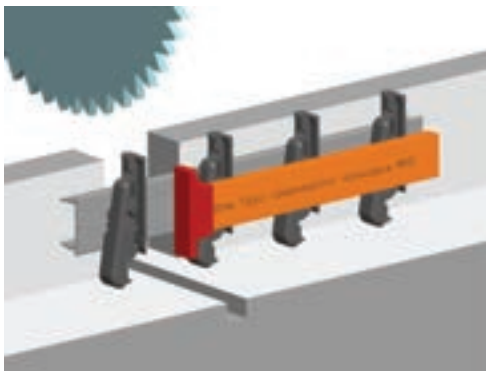

Fig. 2a
PASSO 2 – posizionare l'insieme meccanismo-dima sulla troncatrice e, con la lama non in movimento, prendere come battuta per il taglio il piano del tappo in plastica (vedi fig. 2a e 2b).